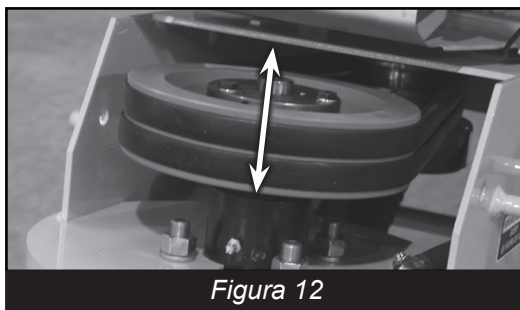

Figura 12
- Inspeccione si hay chasquido en el cabezal (¿Se mueve la cabeza hacia arriba/abajo?). (Figura 12) Verifique que las contratuercas, ítem 8 de la página 10 en el desglose de piezas estén bien apretadas y sin holgura. Si estas contratuercas quedan flojas, se puede dañar el ensamble del cabezal.